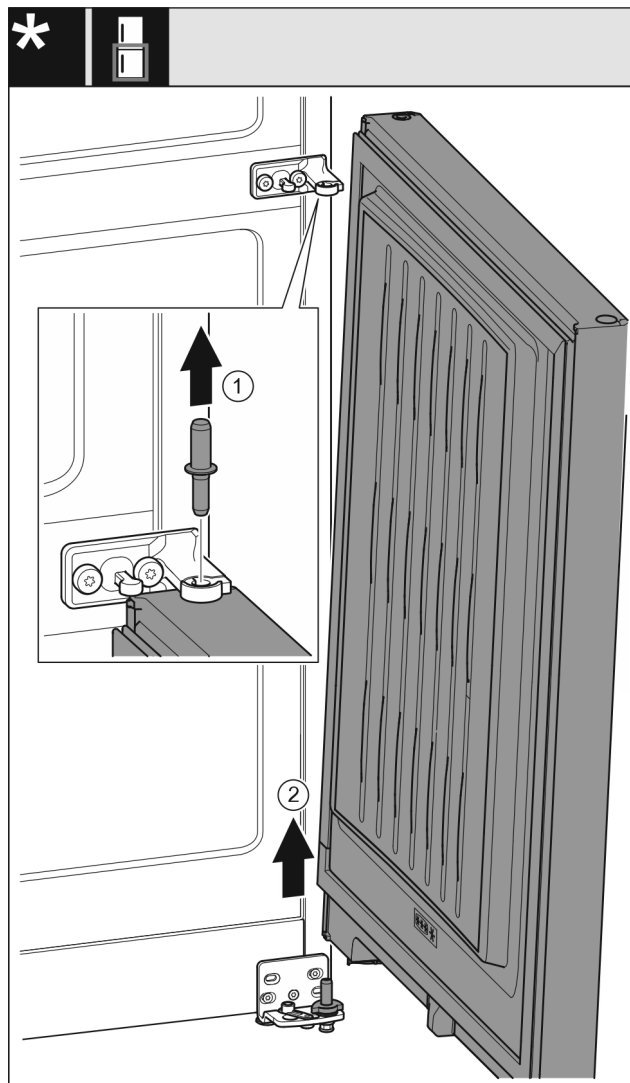

Fig. 8
- ▶ Čep vytáhněte nahoru. Fig. 8 (1)
- ▶ Dveře kývním vysadíte a odložte stranou. Fig. 8 (2)